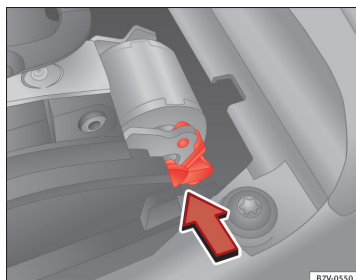

Fig. 198 Nødoplåsning af gearvælgerlås
- Tryk udløserarmen ⇒ Fig. 198 i pilens retning, og hold den i denne position.